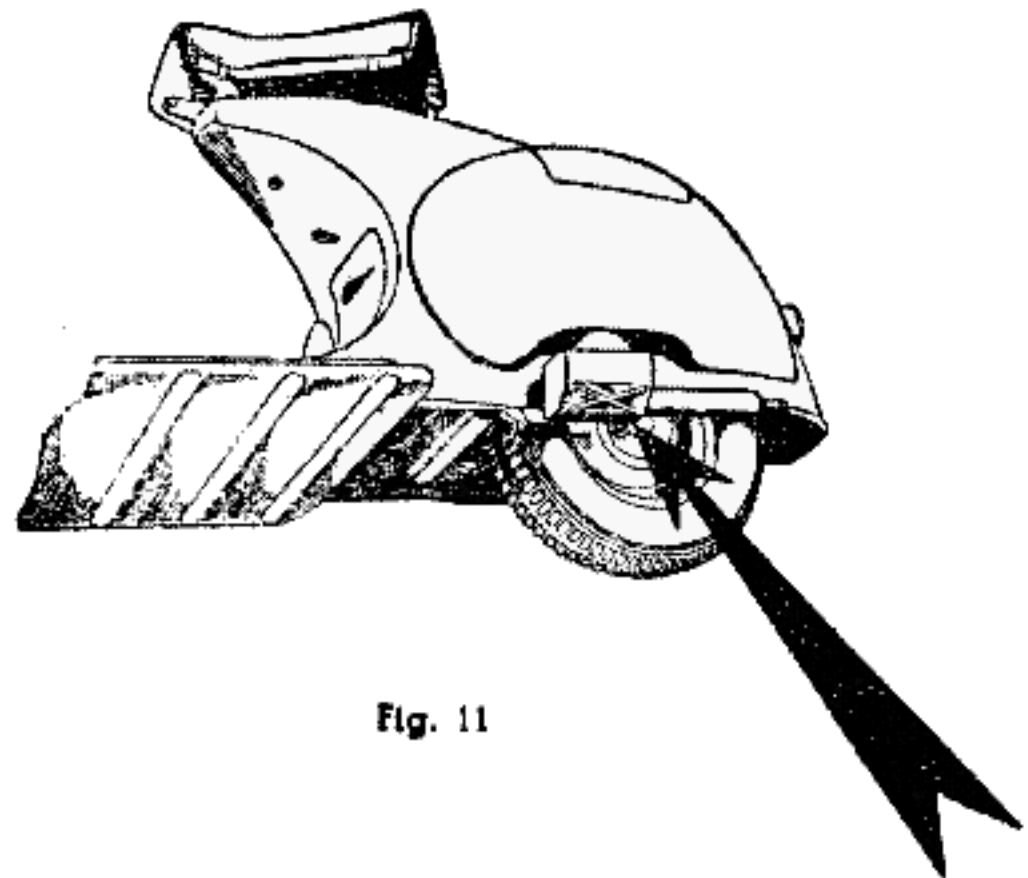

Fig. 11
2°) Pulire la feritoia sul terminale del silenziatore di scarico in quanto le proiezioni di olio non carburato, mescolandosi alla polvere, abbiano determinato un parziale otturamento della feritoia (vedi fig. 11).
**Ogni 4000 km. :** 1°) Pulire il silenziatore di scarico (vedi fig. 11) l'uso costante di un tipo adatto di candela, introducendo nell'interno acqua e soda caustica (25 %) poi sciacquare bene con acqua corrente.